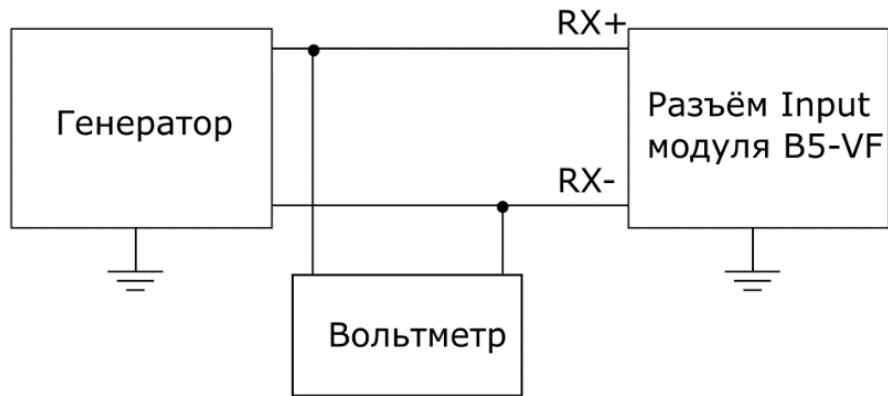

Рисунок 10.4. Схема подключения
- Определение основной абсолютной погрешности измерения уровня сигнала ИУ в диапазоне 0...20 дБ проводят методом сравнения показания поверяемого прибора с эталонным вольтметром. Схема подключения прибора приведена на рис. 10.4.
Определение неравномерности частотной характеристики ИУ проводят методом непосредственного измерения напряжения эталонным вольтметром на входе поверяемого прибора на частотах, приведённых в табл. 10.5. Схема подключения прибора приведена на рис. 10.4.
Определение абсолютной погрешности измерений уровня сигнала ИУ в режиме с ПФ 0,3...3,4 кГц проводят методом сравнения показаний прибора с эталонным вольтметром. Схема подключения прибора приведена на рис. 10.4.